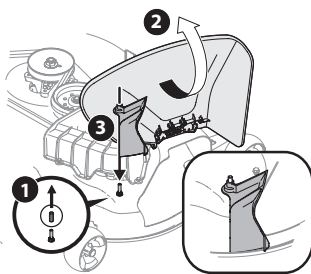

Figura 21
2. Retire el tapón protector de goma del pasador de plataforma, 1 en la Figura 21.
3. Eleve el deflector del canal (2 en la Figura 21) sobre la plataforma y sosténgalo mientras instala el adaptador de canal (731-10133) (3), sobre la plataforma como se muestra en la Figura 21.